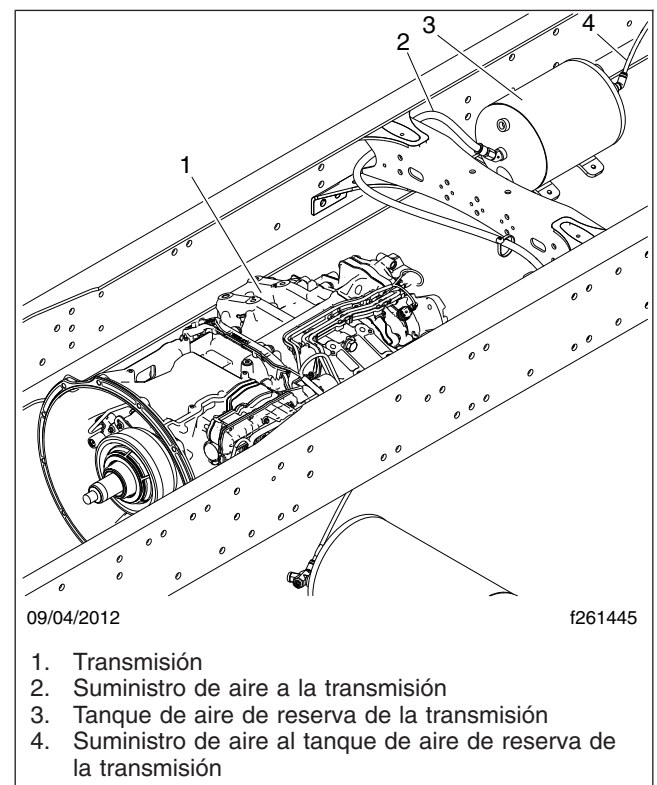

Figura 6, Tanque aislado de aire de reserva de la transmisión (configuración común)
2. Drene el sistema de aire principal y el tanque aislado de aire de reserva de la transmisión. Vea la Figura 6.